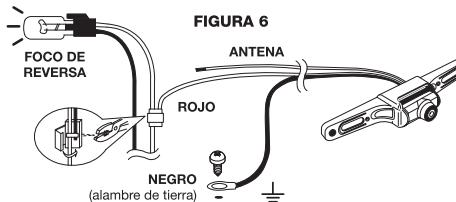

FIGURA 6
- Conecte la terminal de anillo incluida en el kit al cable NEGRO de la cámara y luego conecte el cable a tierra en el chasis del vehículo. Vea la figura 6.